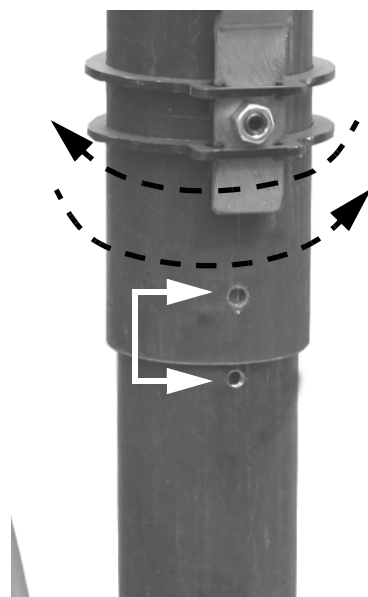
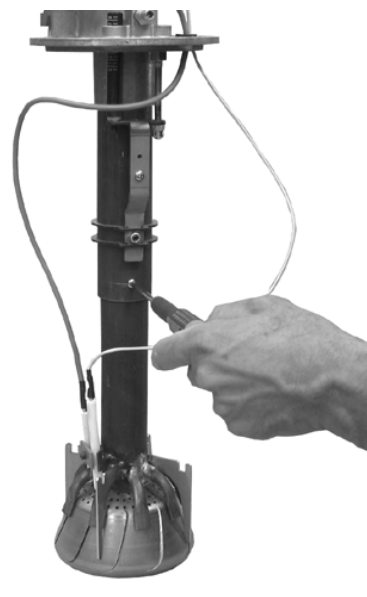

Fig. 14
Fig. 15
- 2 Coborati partea terminala a capului de ardere, deplasandu-l incet prin miscare circulara, pana cand se potrivesc gaurile(Fig. 14) si strangeti apoi suruburile , asa cum este aratat in Fig. 15.